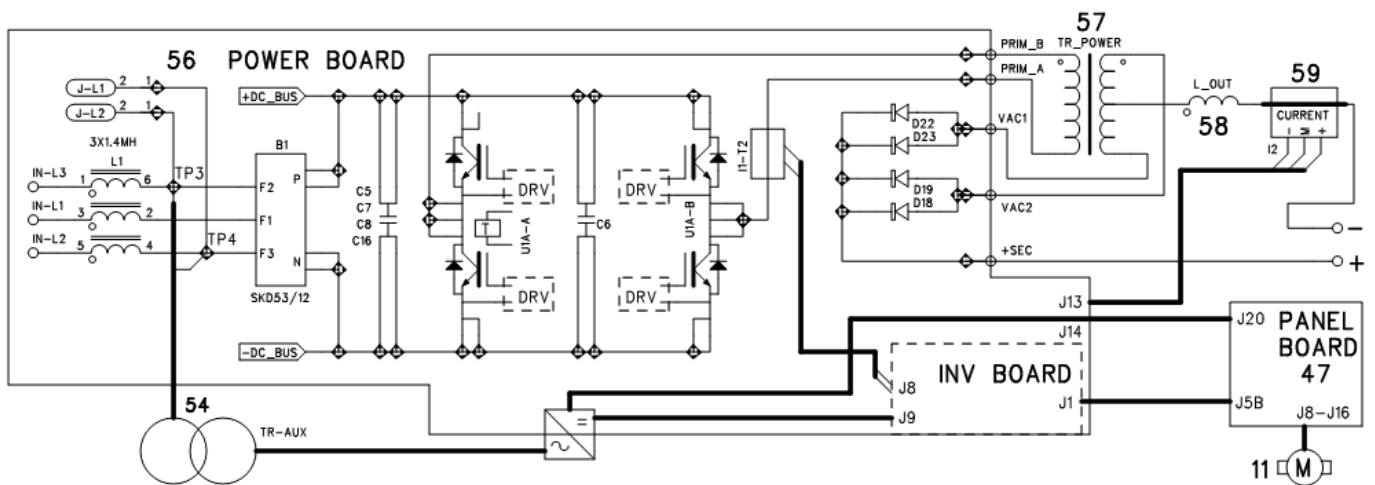

Fig. 2.3.1 (art. 386/388)
Più precisamente nella scheda potenza (56) si possono identificare (Fig. 2.3.1.):
- l'inverter ad igbt, che genera la tensione alternata ad onda quadra per il trasformatore di potenza " TR_POWER (57);
- il TA, T2, per il rilievo della corrente al primario del trasformatore di potenza (57);
- il ponte raddrizzatore della corrente secondaria del trasformatore di potenza (57).
- vedi Fig. 2.3.1 e Mappa connettori, par. 5.6:
- 30 Vac per l'alimentazione dei circuiti di controllo pannello motore (47);
- 220 Vac, fornita da una presa intermedia del primario del trasformatore servizi (54), per l'alimentazione del gruppo di raffreddamento, attraverso la presa (15) sul pannello posteriore del generatore.
- ◆ Verificare che i terminali 4 - 1 di J1 su scheda potenza (56) non siano in cortocircuito. Se il caso ricercare l'origine del cortocircuito fra i componenti di potenza collegati al DC_BUS (vedi Fig. 2.3.1).
- ◆ Sostituire scheda potenza (56).